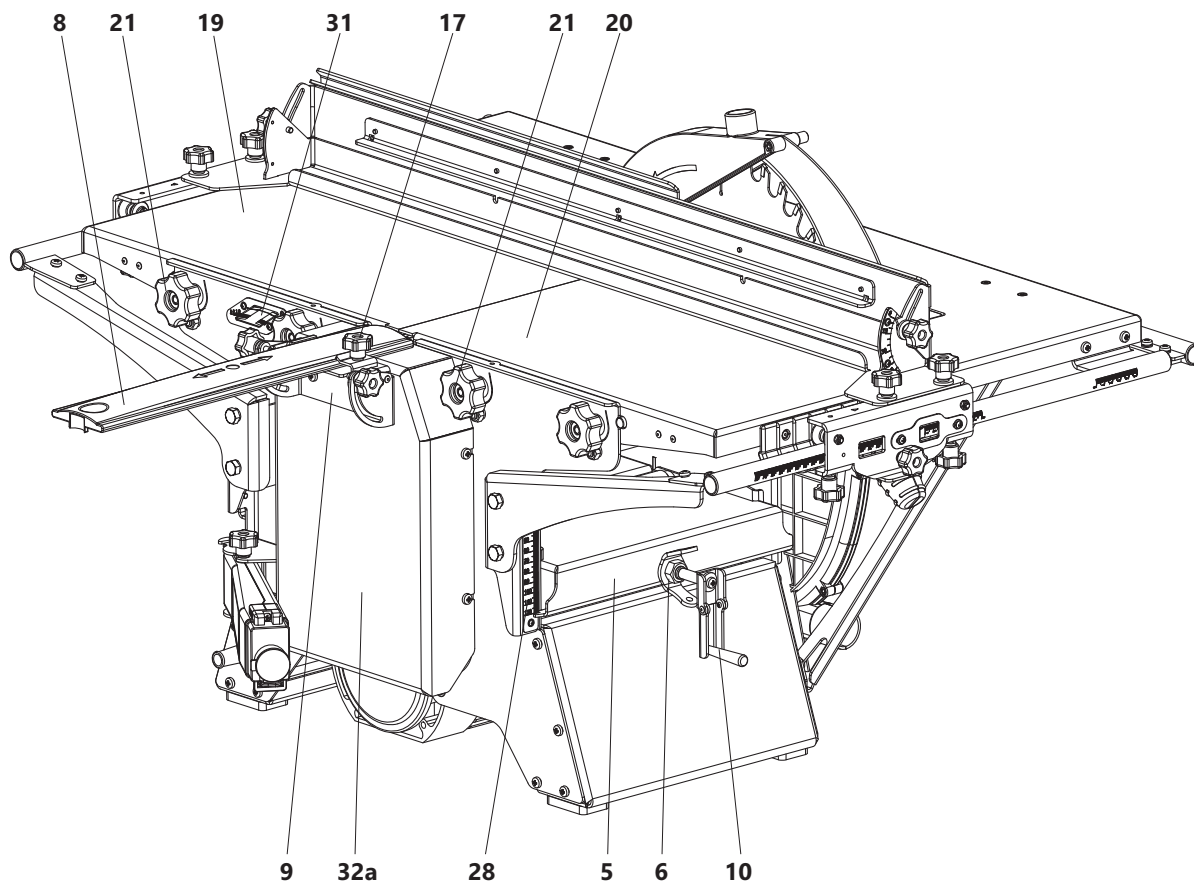
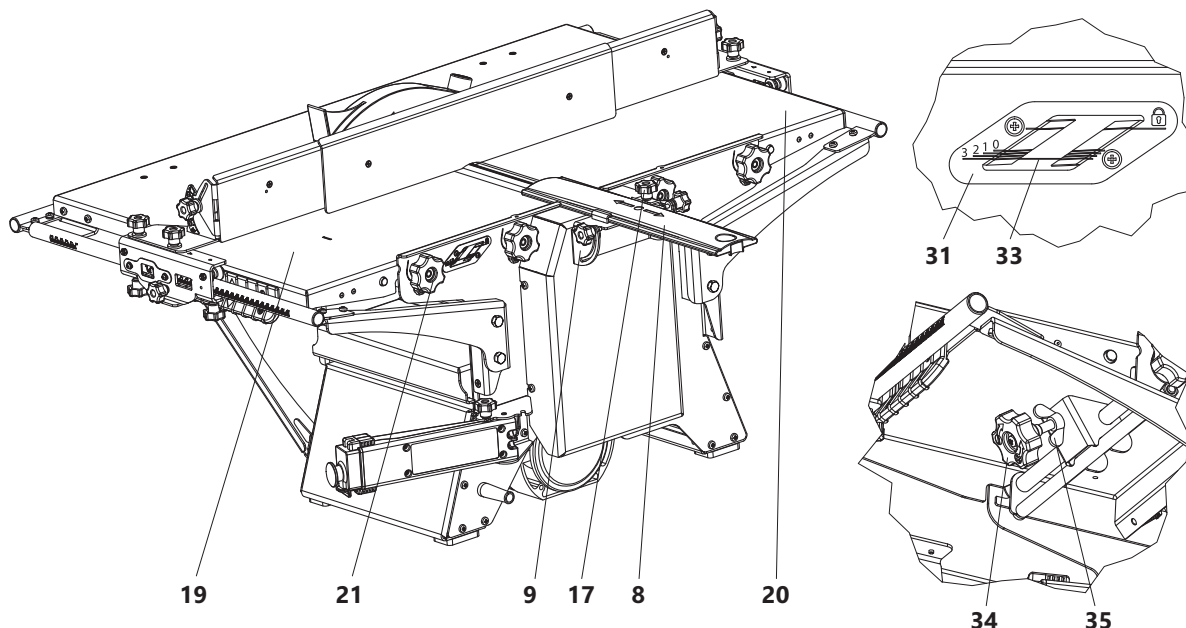

Рис. 2 Общий вид станка
Рис. 8 Установка строгальных столов и глубины строгания
Для облегчения прохождения и уменьшения трения между обрабатываемой заготовкой и рейсмусным столом 5 (рис. 2), в конструкции станка имеются два гладких ролика, которые выступают над поверхностью рейсмусного стола не более чем на 0,3 мм.
В режиме строгания приемный стол 20 (рис. 2) устанавливается на уровне реза строгальных ножей, а загрузочный стол 19 имеет возможность опускаться ниже уровня реза строгальных ножей, что обеспечивает установку необходимой глубины строгания. Глубину строгания устанавливают по шкале 31 с помощью ручки 34 (рис. 8).
- отпустить гайки-барашки 21 столов загрузочного 19 и приемного 20 (рис. 8);
Ограждение ножевого вала 8 предназначено для закрытия той части вращающегося ножевого вала, которая не находится в зоне резания (нерабочая часть ножевого вала) во время работы станка (рис. 8).